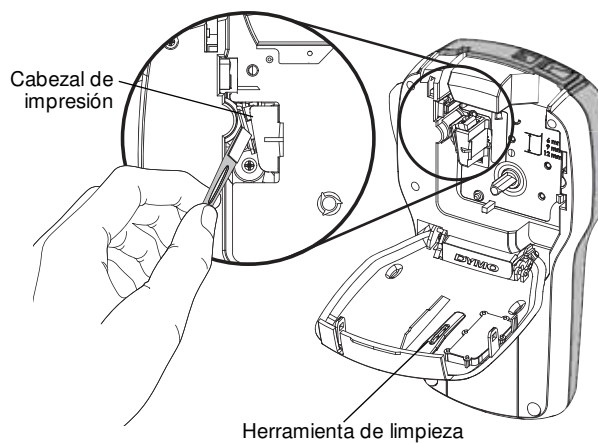

Figura 8
- 2 Retire la herramienta de limpieza desde el interior de la cubierta del compartimiento de etiquetas. Consulte la Figura 8.
- 3 Pase suavemente el lado acolchado de la herramienta por todo el cabezal de impresión. Consulte la Figura 8.